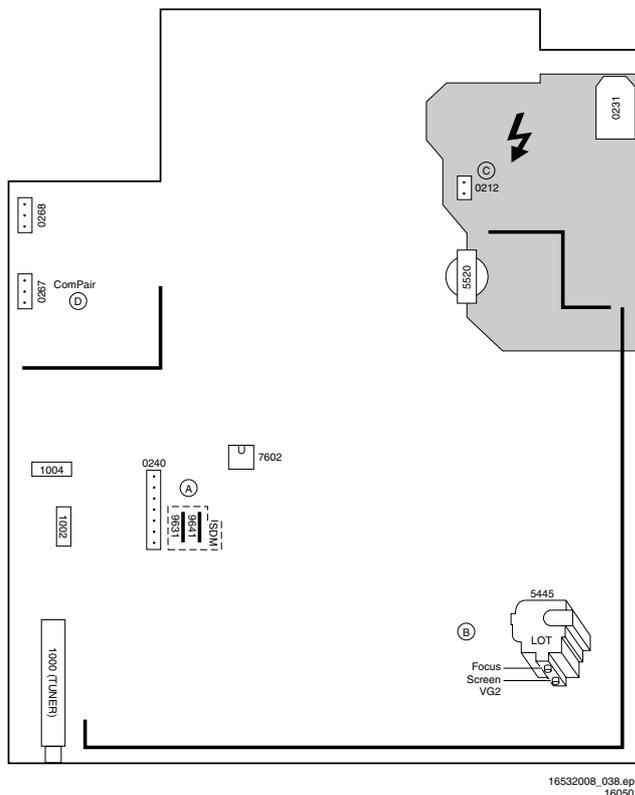

Figure 8-1
10. Sélectionnez la cathode avec la valeur V_{CC} la plus élevée pour le réglage. Ajustez la coupure v_c de ce canon avec le potentiomètre d'ECRAN sur le LOT (voir Fig. 8-1) avec la valeur correcte (voir tableau ci-dessous).
3. Réglez le potentiomètre MISE AU POINT (voir Fig. 8-1) jusqu'à ce que les lignes verticales à 2/3 de l'est et de l'ouest, à la hauteur de la ligne du centre, aient une largeur minimale sans flou visible.